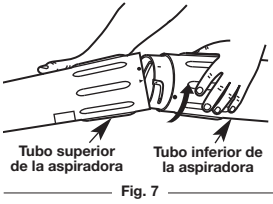

Fig. 7
3. Alinee la flecha del tubo inferior de la aspiradora con la flecha del tubo superior de la aspiradora (Fig. 7).